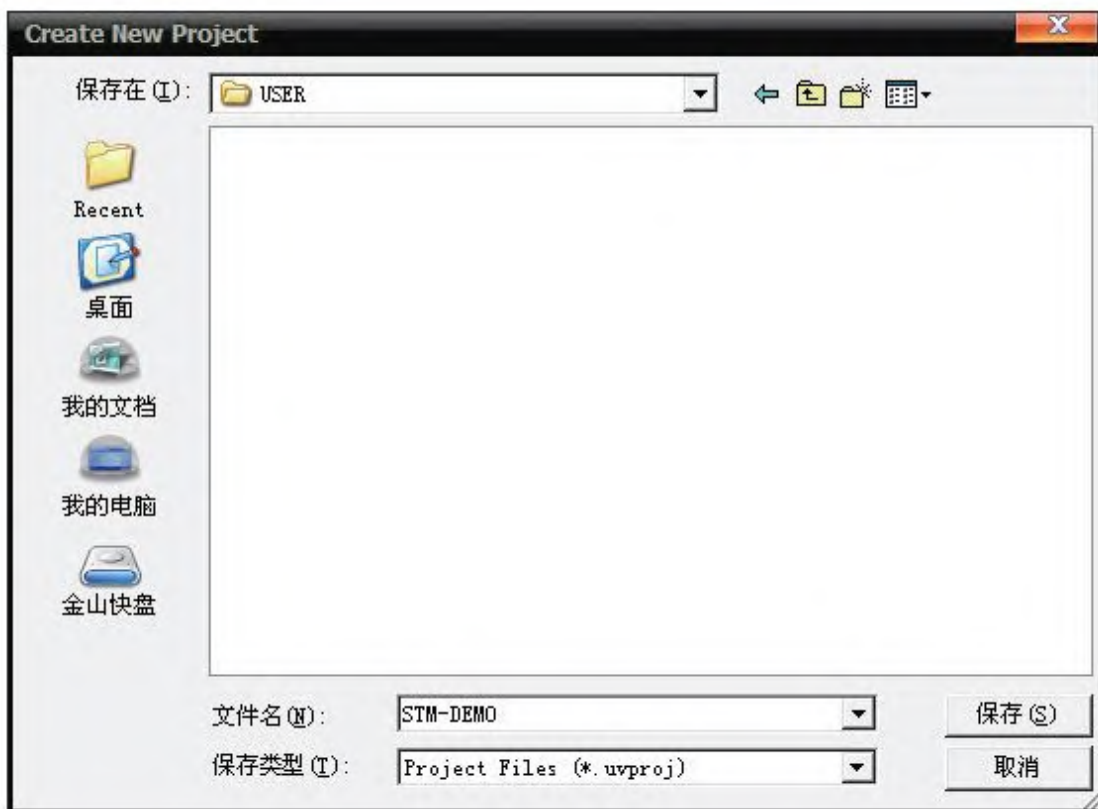

图 3-8 保存工程到USER目录
2) 在工具栏Project->New  $\mu$  Vision Project新建我们的工程文件，我们将新建的工程文件保存在桌面的TEST/USER文件夹下，文件取名为STM-DEMO（英文DEMO的意思是例子），名字可以随便取，点击“保存”按钮，如图3-8所示。